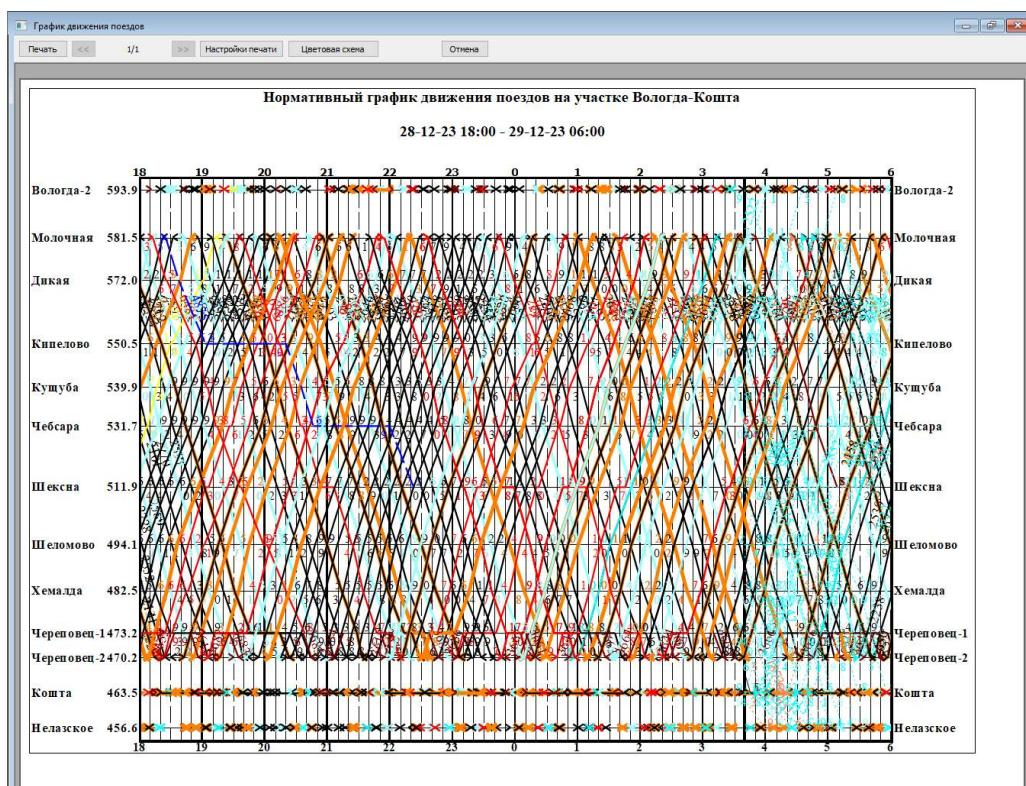

Рис.134. Макет листа нормативного графика.
После выбора и настройки печатного устройства нажмите кнопку «OK», чтобы перейти к просмотру макета листа графика (см. рис. 134)
5. Закончив подготовку макета бумажного графика нужно нажать на кнопку «Печать» (см. рис. 134).